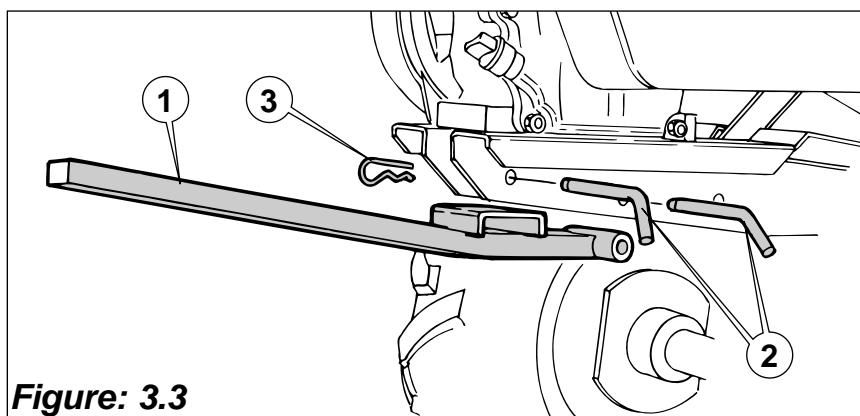

Figure: 3.3
- 4) Montez le support masse avant (1) à l'aide des deux broches (2) et goupille bêta (3) (*Figure: 3.3*).